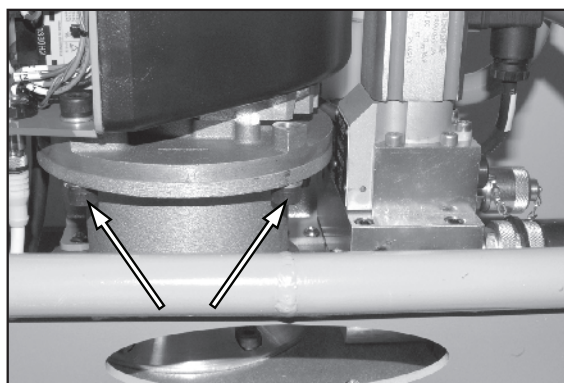

Рис. 14.
3. См. рис. 14. Снимите 4 шт. винтов крепления двигателя (по 2 шт. с каждой стороны).